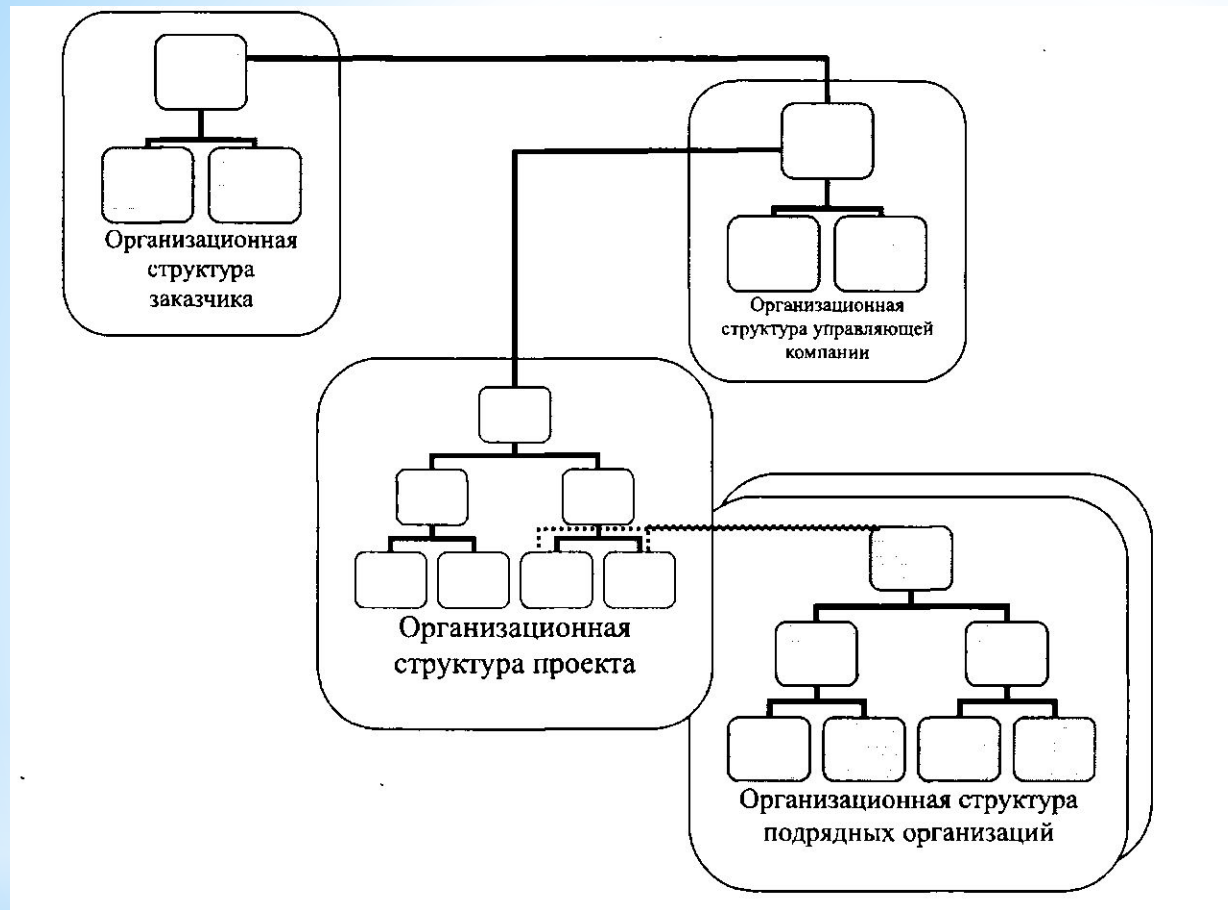

Рис.10. Схема сложной организационной структуры «Управление проектом – функция управляющей компании»
- \* управление проектом — функция специальной управляющей компании (рис. 10).